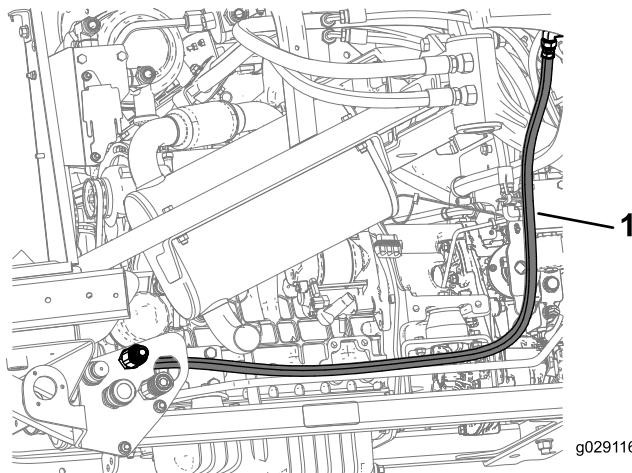

図 25
5. 90° フィッティング 3/8 x 3/8 インチ、オスからの油圧ホースAを、バルクヘッドアセンブリのクイックカップリングフィッティング 1/2 インチ・メス x 1/2 インチ・オスのバルクヘッドユニオン 2.57 インチに図 25のように取り付ける。